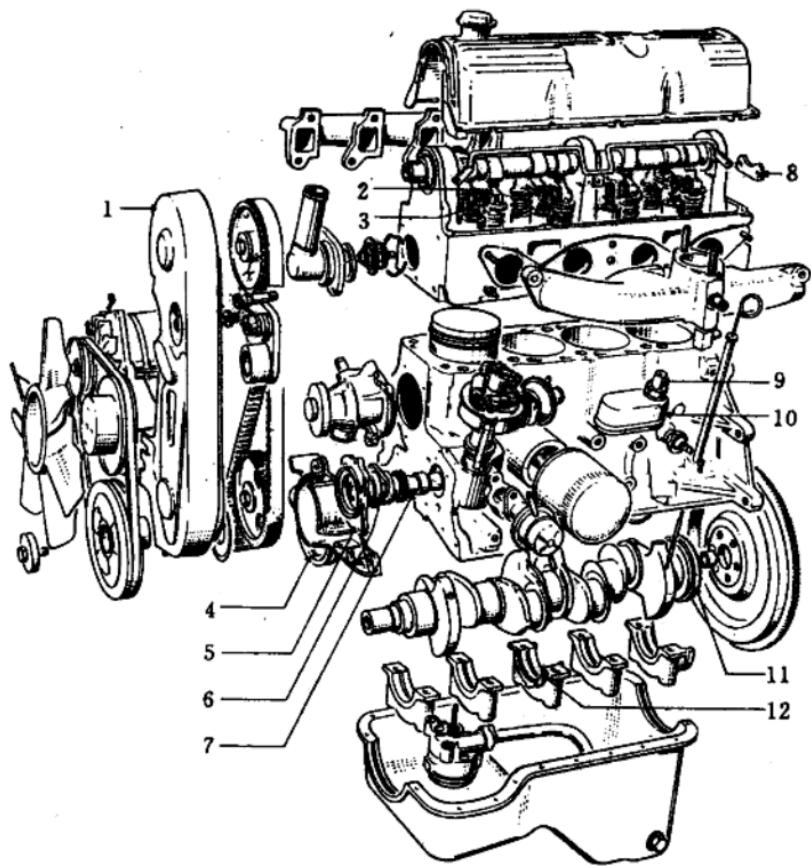

图2 上置单凸轮轴发动机
(1)OHC 为上置凸轮轴发动机,亦即是驱动气门的凸轮轴直接装在汽缸盖上方,直接驱动气门,省去挺柱推杆,有的甚至可省去摇臂机构,此种设计为高转速而设计,以输出高功率为主。如图 2 所示。